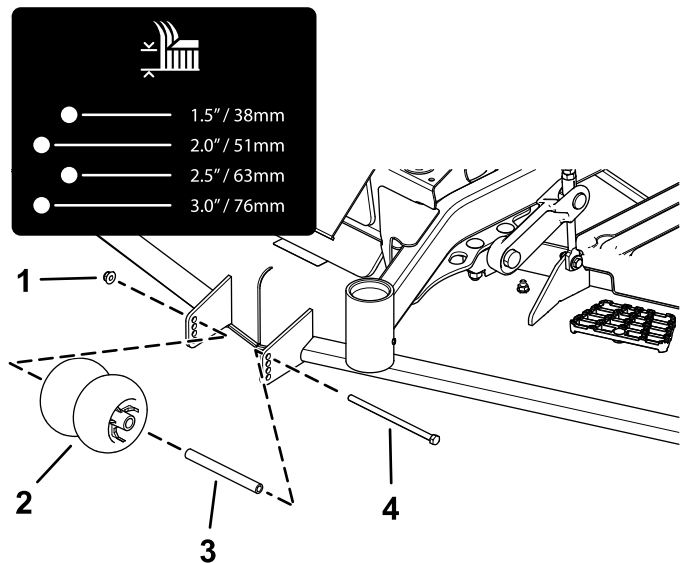
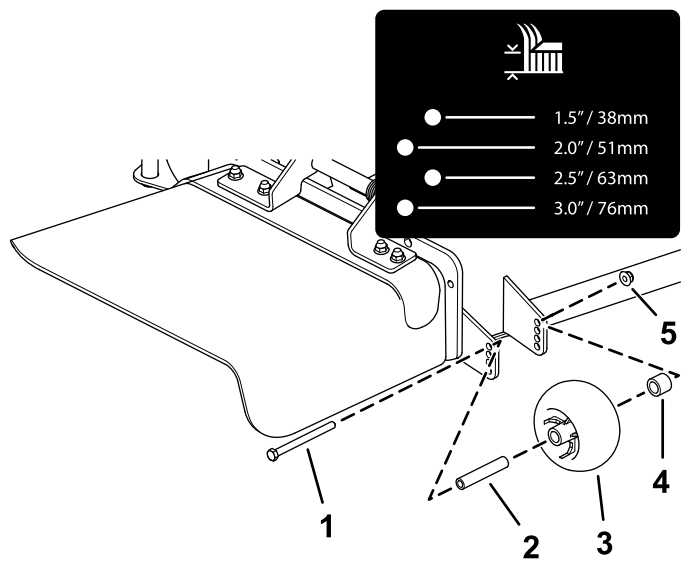
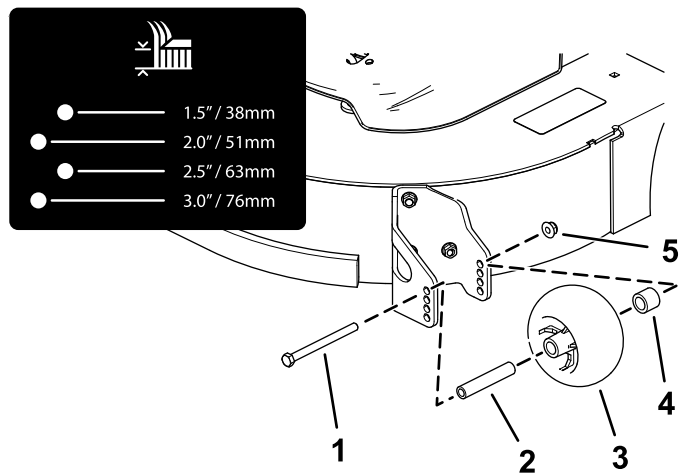

Figura 26
Figura 27
Figura 28
4. Ajuste los rodillos protectores del césped según se muestra en Figura 26, Figura 27 y Figura 28.